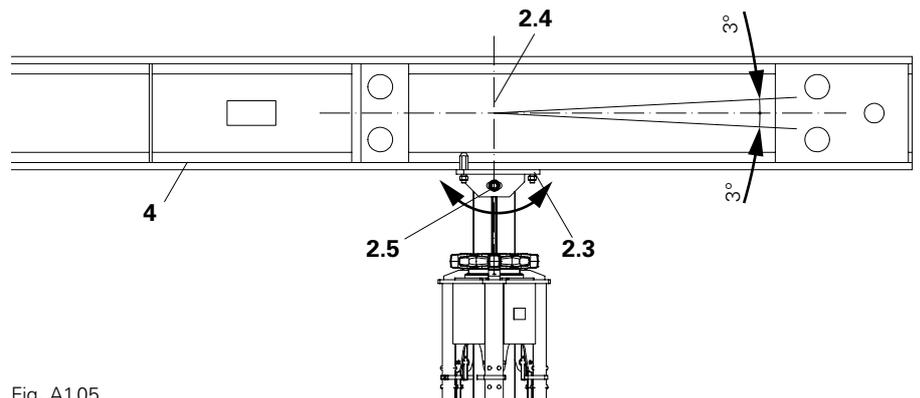

Fig. A1.05
- La plaque articulée (2.3) du vérin de tête peut être pivotée autour du boulon (2.5) à $\pm 3^\circ$. (Fig. A1.05)